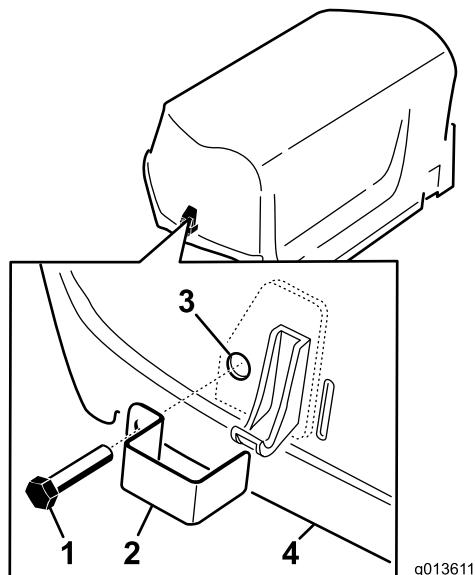

図 15
- タップボルト合計 2 本で、フードラッチ図 15 にラッチロックを取り付ける。